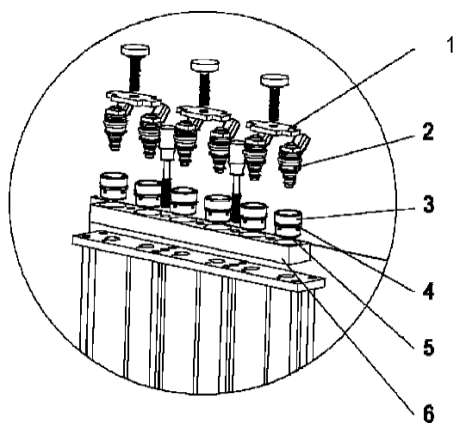

Рис. 3
- 4) Другие операции аналогичны пункту А. См. рисунок 3.